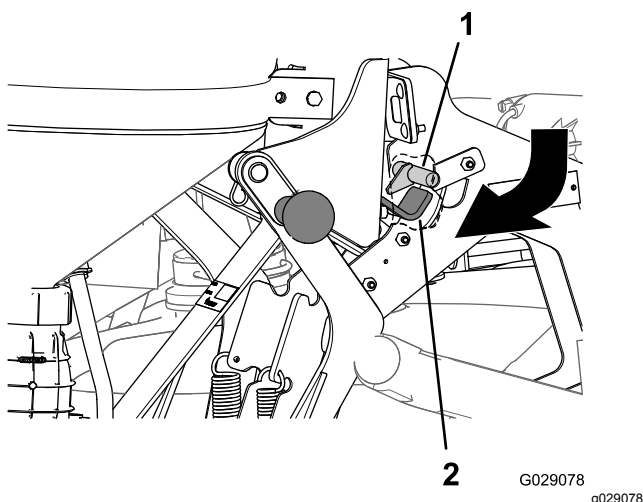

Figure 38
3. Tirez la poignée du mélangeur vers l'extérieur et le bas jusqu'à ce que le crochet du verrou sur le côté intérieur de la plaque d'appui passe la tige de verrouillage du cadre porteur principal (Figure 38).
3. Appuyez sur les poignées situées en haut du berceau jusqu'à ce que la partie en crochet du verrou soit alignée derrière la tige de verrouillage du cadre porteur principal (Figure 38).